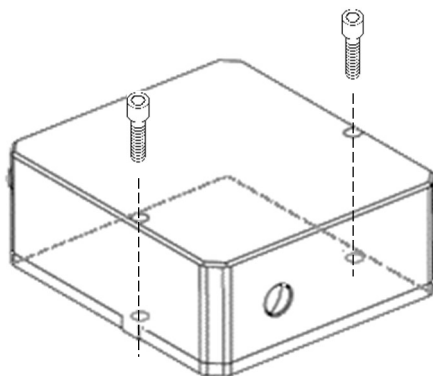

Fig. 18 本製品の締結方法の例
1. 下記（Fig. 18）のように、本製品を六角穴付ボルト等の締結ネジ（M5x40 mm付属）を用いて2点を固定します。